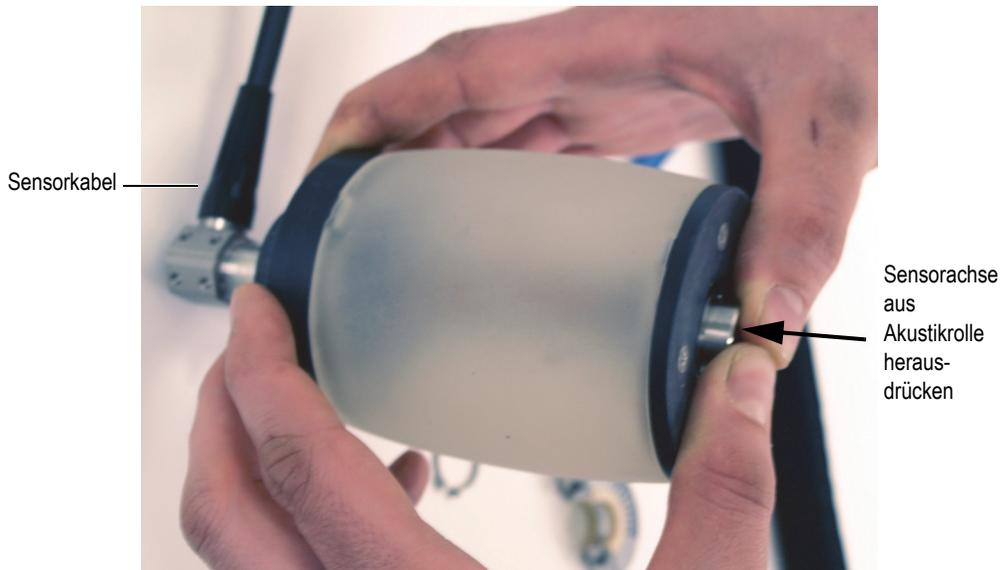

Abbildung 6-8 Herausdrücken der Sensorachse aus der Akustikrolle
3. Drücken Sie die Sensorachse vorsichtig von der dem Sensorkabel gegenüberliegenden Seite aus der Akustikrolle heraus (Abbildung 6-8 auf Seite 86).